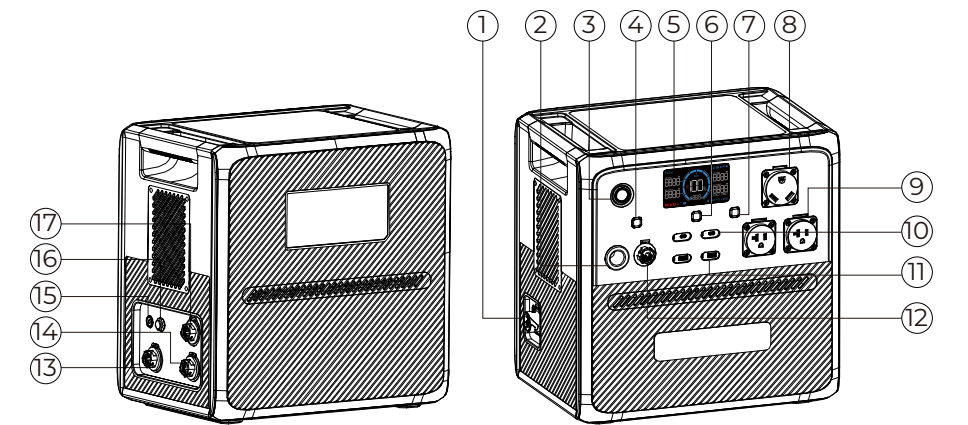

図 3-1 AC240の入出力ポートと操作ボタン
- AC240のDC充電ポート(図 3-1)がソーラー発電充電に使用される場合、入力可能範囲は最大11V~60V/21Aです。